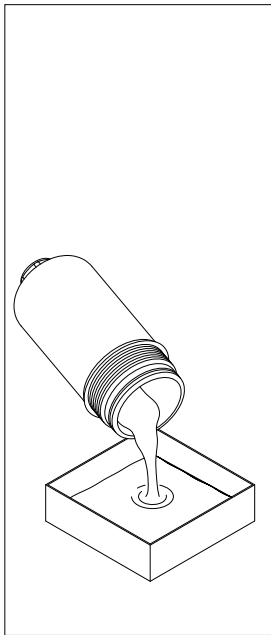

fig. 13
- (Fig. 13) Svotare il fluido di lavoro dal contenitore al recipiente di raccolta